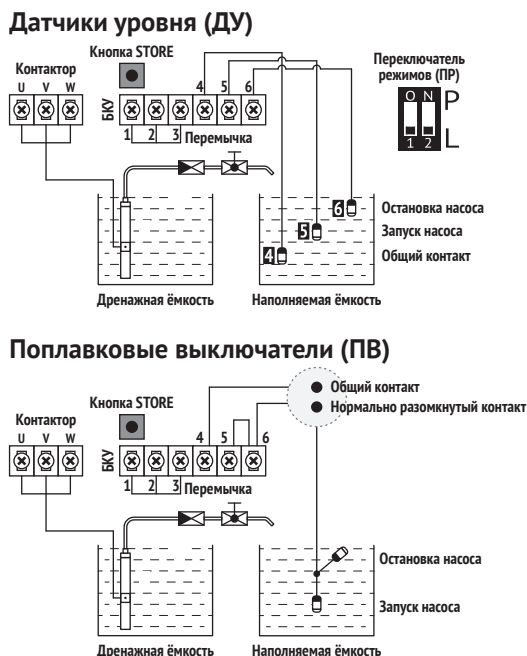

Рис. 5
- Подключите ДУ или ПВ (в комплект не входит) к контактам БКУ (см. рис. 2) согласно схемам на рис. 5.
- Установите рычажки переключателя режимов (далее – «ПР») в положение показанное на рис. 5.